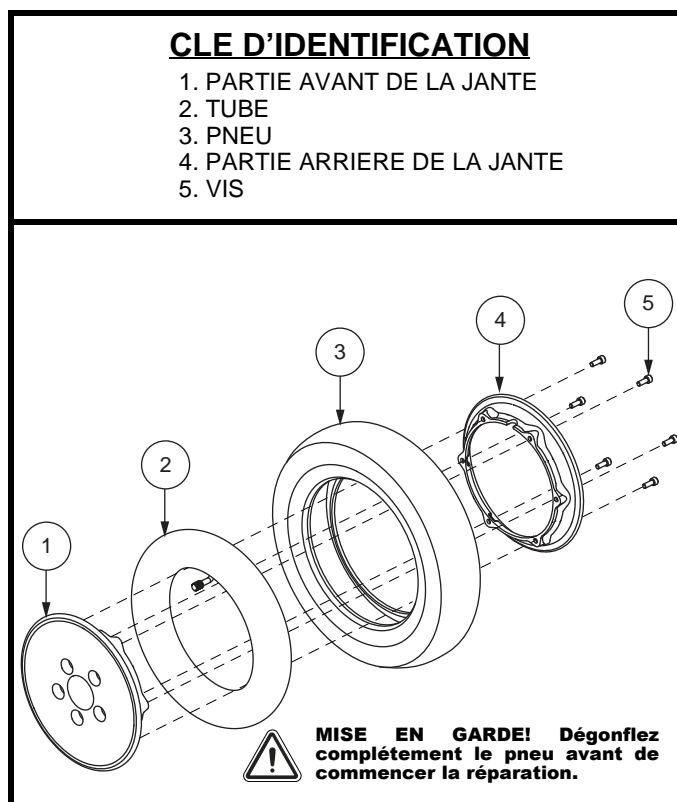

Figure 27. Roue pneumatique motrice démontée/montée
6. Retirez les écrous et rondelles afin de séparer les moitiés de jante. **Voir la figure 27.**